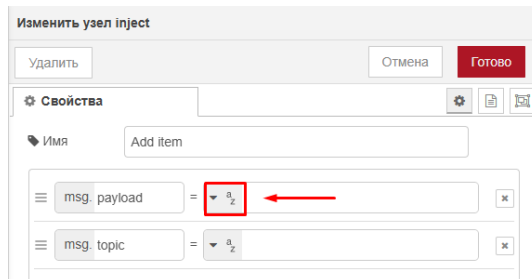

Рис. 3.39. Окно настроек узла Inject
2. Добавьте узлы Inject и OPC UA Item для каждого тега, который хотите прочитать. Настройте узлы Inject для отправки значений типа строка (см. рис. 3.39).